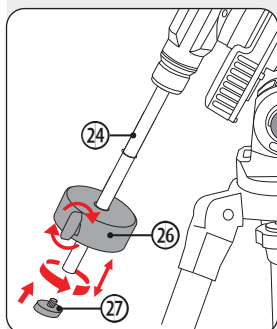

Fig. 13: Montar el contrapeso
3. Desenrosque el tornillo de seguridad (27) de la barra de contrapeso. Deslice el contrapeso (26) aproximadamente hasta la mitad de la barra de contrapeso (24) y apriete el tornillo de fijación a mano, de modo que el contrapeso ya no pueda moverse sobre la barra. Vuelva a enroskar el tornillo de seguridad (27) en la barra de contrapeso (Fig. 13).